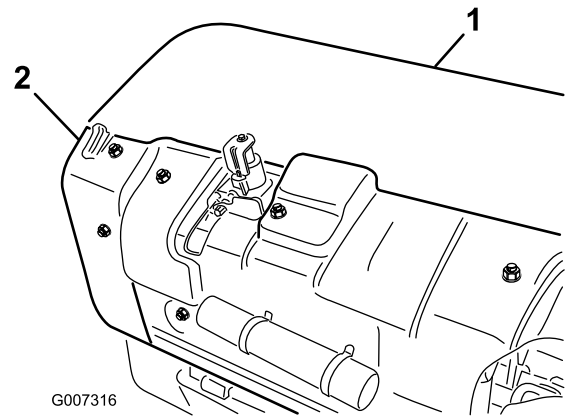

**Figura 33**
1. Verifique tensão adequada da correia ao comprimir a mola intermediária para um comprimento de 146 mm; consulte Figura 33.